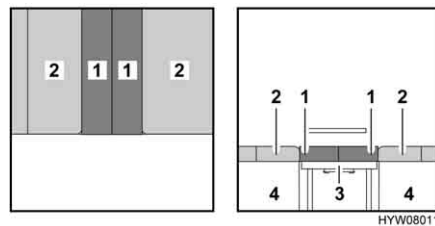

Fig. 98 Dopo la trasformazione
- Posizionare i due cuscini dello schienale (Fig. 98,1) al centro.